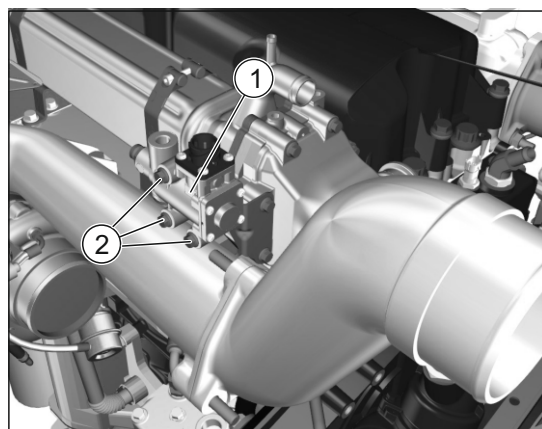

Рис.17. Снятие клапана заслонки EGR.
5. Снять клапан (1) заслонки EGR (651.1213017), отвернув 3 болта (2) его крепления от кронштейна (см. Рис. 17).